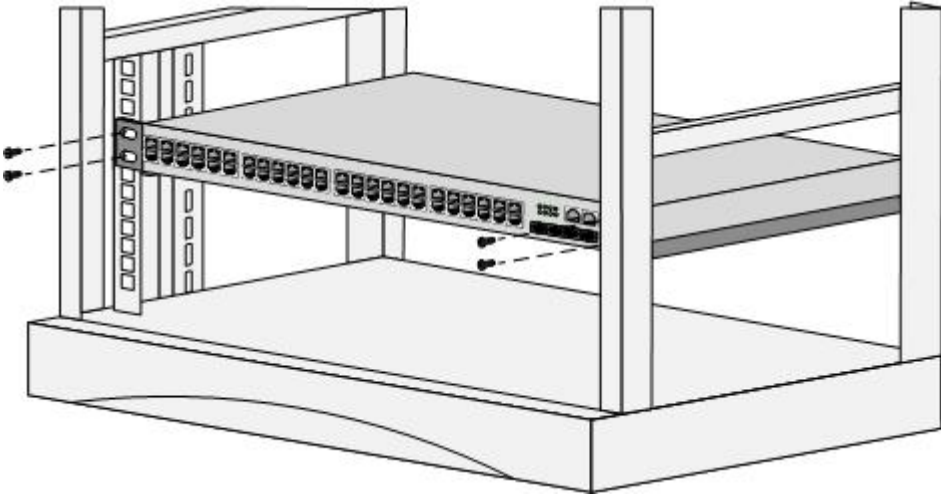

图 2-4
**步骤 5** 用螺钉将挂耳固定在机架两端的导槽上，确保设备水平安装到机架上，如图 2-4 所示。